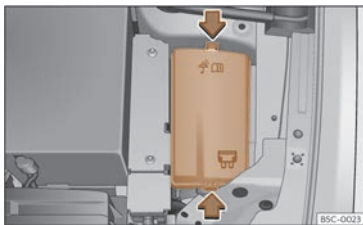

Fig. 214 Dans le compartiment moteur : cache du boîtier de fusibles.
- Appuyez sur les languettes de verrouillage pour déverrouiller le cache du boîtier à fusibles >>> **fig. 214**.